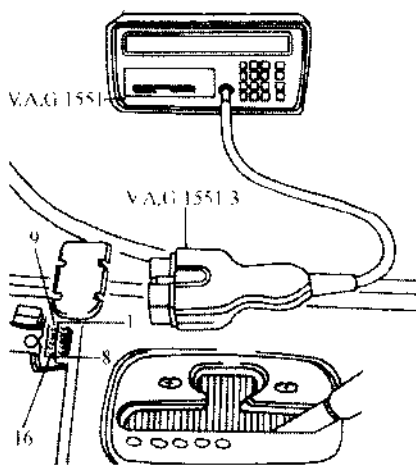

图 7.77 将故障诊断仪接到自诊断插头上
① 连接 V.A.G1869。
② 按左后制动钳、右前制动钳、右后制动钳和左前制动钳顺序拧下排气螺栓，对制动钳排气（如果必要，可使用制动踏板压下装置）。
③ 进行排气，一直排到制动液中无气泡和泡沫为止。
④ 拧上排气螺栓。
⑤ 连接 V.A.G1551，选择地址码。也可使用 V.A.G1552，但它没有打印功能。
- ⑥ 松开烟灰缸, 将其从中央副仪表板上取下。
- ⑦ 取下自诊断接口护板。
- ⑧ 如图 7.77 所示, 关闭点火开关, 用 V.A.G1551/3 将故障诊断仪接到自诊断接口上。